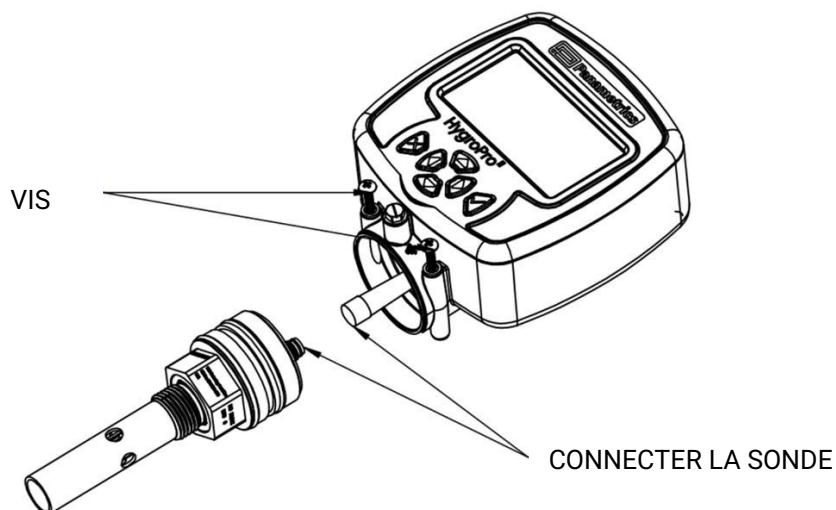

Figure 18: Retrait de la sonde Hygro II RTE du transmetteur
La sonde Hygro II RTE est facile à retirer du transmetteur démonté par relâchement des deux vis à épaulement et en débranchant le câble de connexion M8 interne, comme le montre la figure 18 ci-dessous. Pour retirer la sonde du transmetteur, reportez-vous à la Figure 17 ci-dessus et procédez comme suit :
4. Déconnecter le connecteur M8 du câble jaune interne de la sonde en tournant le contre-écrou situé en Haut de la sonde. Ensuite, détachez la sonde (voir Figure 18) .